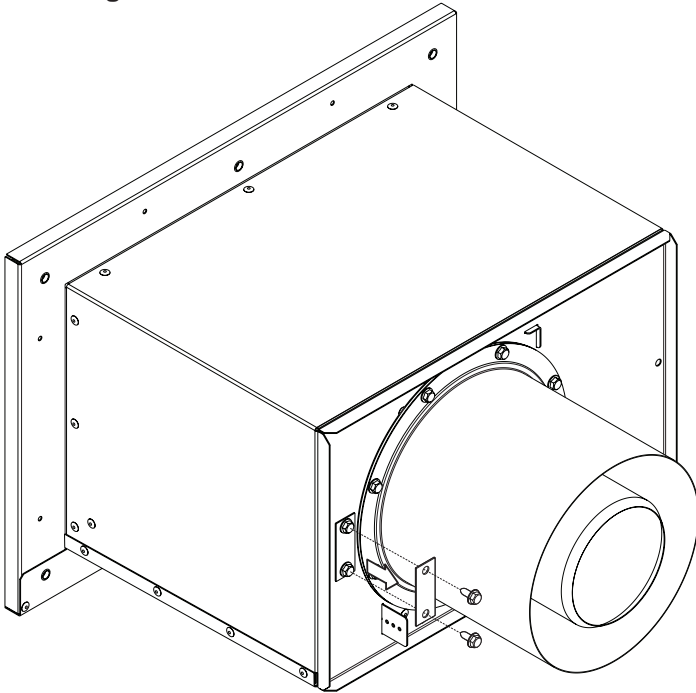

Figure 28
- Démonter l'obturateur de l'arrière de l'évacuation forcée en retirant les 2 vis n° 10 X 1/2 po indiquées à la **Figure 28**.